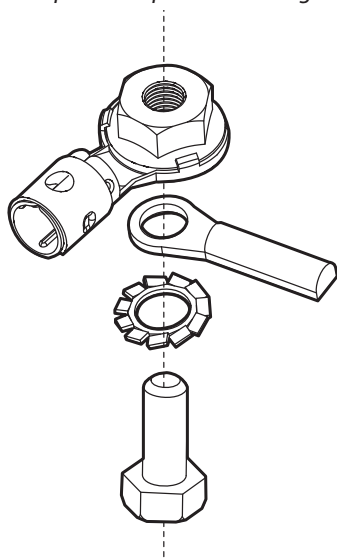

Fig. 1
1. appoggiare il cavo di potenza al rispettivo adattatore posizionandolo in modo da ottenere un angolo di 90° (vedi Fig. 1);
3. fissare l'occhiello tramite la vite (+ rondella) all'adattatore di potenza mantenendo sempre tra questo ed il cavo un angolo di 90° (vedi Fig. 1);
1. rest the power cable on the corresponding adapter, so as to create a 90° angle (see Fig. 1);
3. fasten the eyelet using the screw (+ washer) to the power adapter, always maintaining an angle of 90° between this and the cable (see Fig. 1);